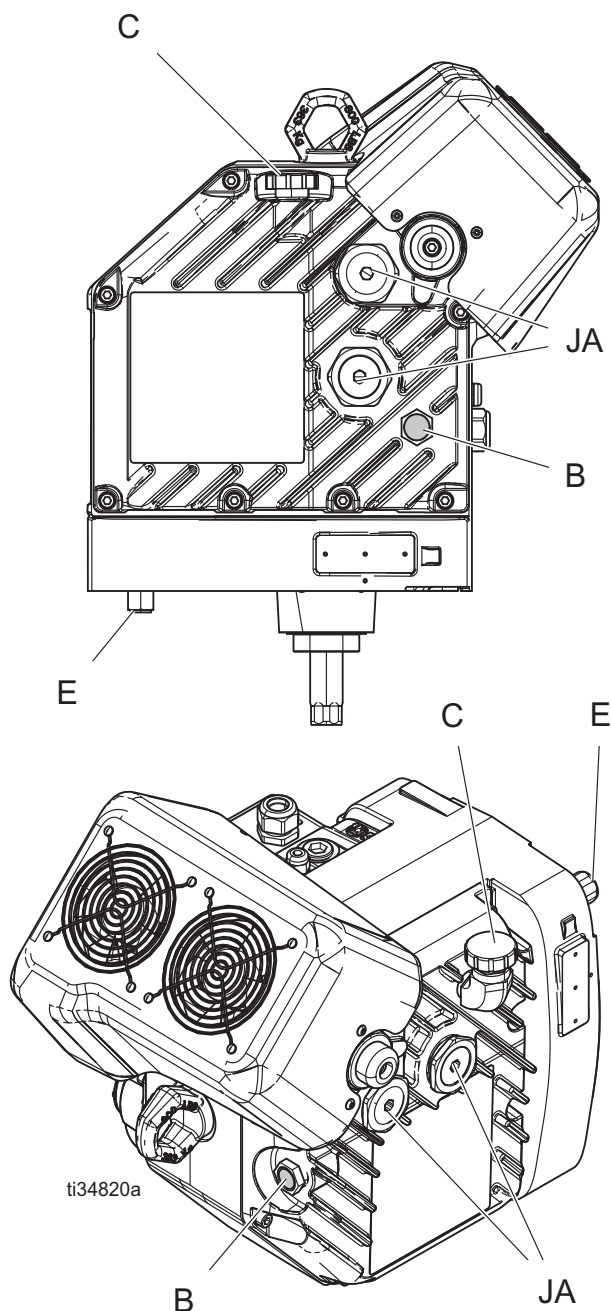

图 8：窥镜和注油盖
1. 将最小容量为 2 夸脱（1.9 升）的容器放在放油口下面。拆下放油塞（E）。参见图 8。排放驱动器中的所有机油。
参见图 8。轴承预载荷（JA）出厂时已预设。